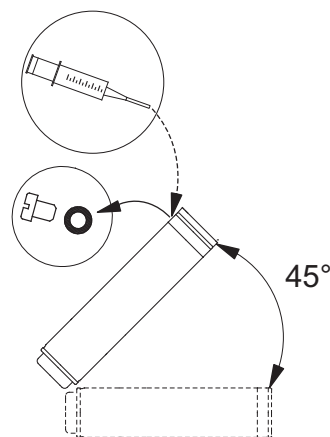

Fig. 3 Placering af motoren under påfyldning – MS6 og MS 6000
- Hvis motoren er leveret fra lager, skal væskestanden kontrolleres, inden motoren monteres på pumpen, se fig. 3.
- Ved service skal væskestanden kontrolleres, se fig. 3.
1. Placér dykpumpen som vist på fig. 3. Påfyldningsskruen skal være det øverste punkt på motoren.
3. Pump væske ind i motoren med fyldesprøjten, fig. 3, indtil væsken løber ud af påfyldningshullet.